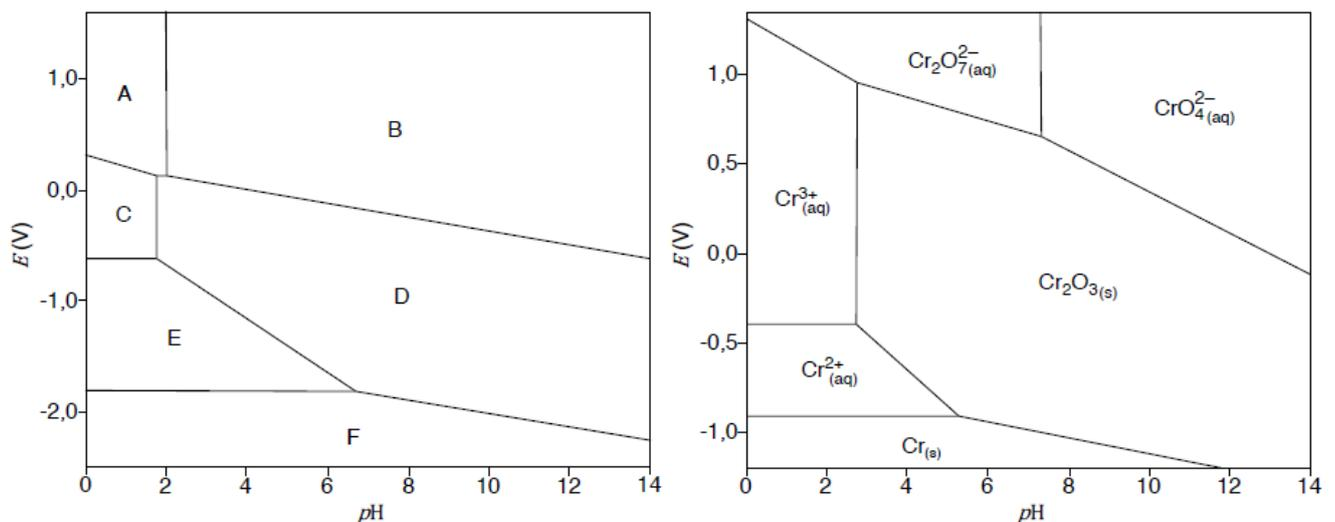

FIGURE 7 – Diagrammes E-pH de l'uranium (à gauche) et du chrome (à droite).
Afin de pouvoir étudier le principe de ce dosage, il est tout d'abord nécessaire d'analyser les diagrammes E-pH de l'uranium et du chrome (Figure 7).
- Q6.** Pour le diagramme E-pH de l'uranium, attribuer les différents domaines de prédominance ou d'existence (numérotés de A à F, Figure 7) parmi les différentes espèces considérées. Justifier.
- Q9.** À la lecture des deux diagrammes E-pH (Figure 7), quelles sont les espèces chimiques obtenues à partir des ions uranyle et des ions chrome(II) lors de l'étape 1 du protocole de dosage? (Document 1; aucune équation de réaction n'est demandée en guise de justification)